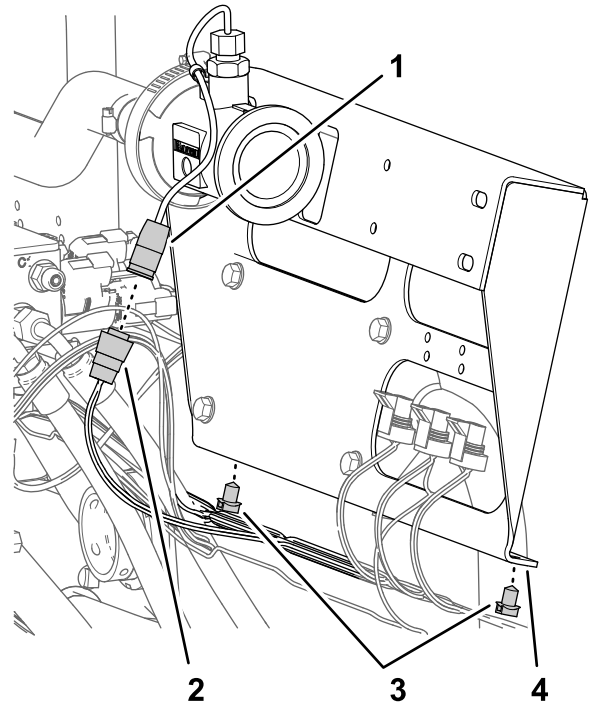

図 72
1. フローメータの 3 ピンコネクタから、車両用ワイヤハーネスの中のFLOW METERというラベルのついた 3 ソケットコネクタを外す 図 72。
2. boomバルブ用ブラケットの下側フランジから、車両用ワイヤハーネス固定している押し込みファスナー2個を外す 図 72。